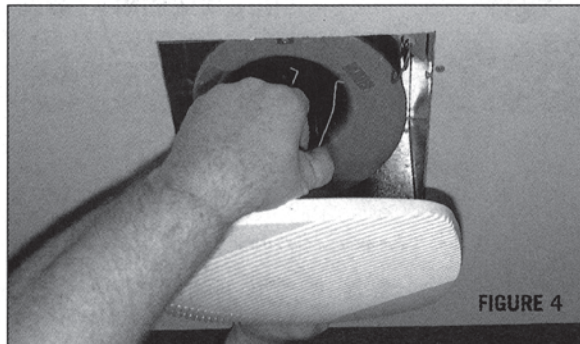

FIGURE 4
10. Install the grille by inserting the springs into the slots on the housing and firmly pushing grille into place. (Fig. 4)
10. Instale la rejilla insertando los resortes dentro de las ranuras en el bastidor y firmemente empujando la rejilla en su sitio. (Fig. 4)
10. Installer la grille en insérant les ressorts dans les fentes de l'enveloppe et en poussant fermement la grille en place. (Fig. 4)